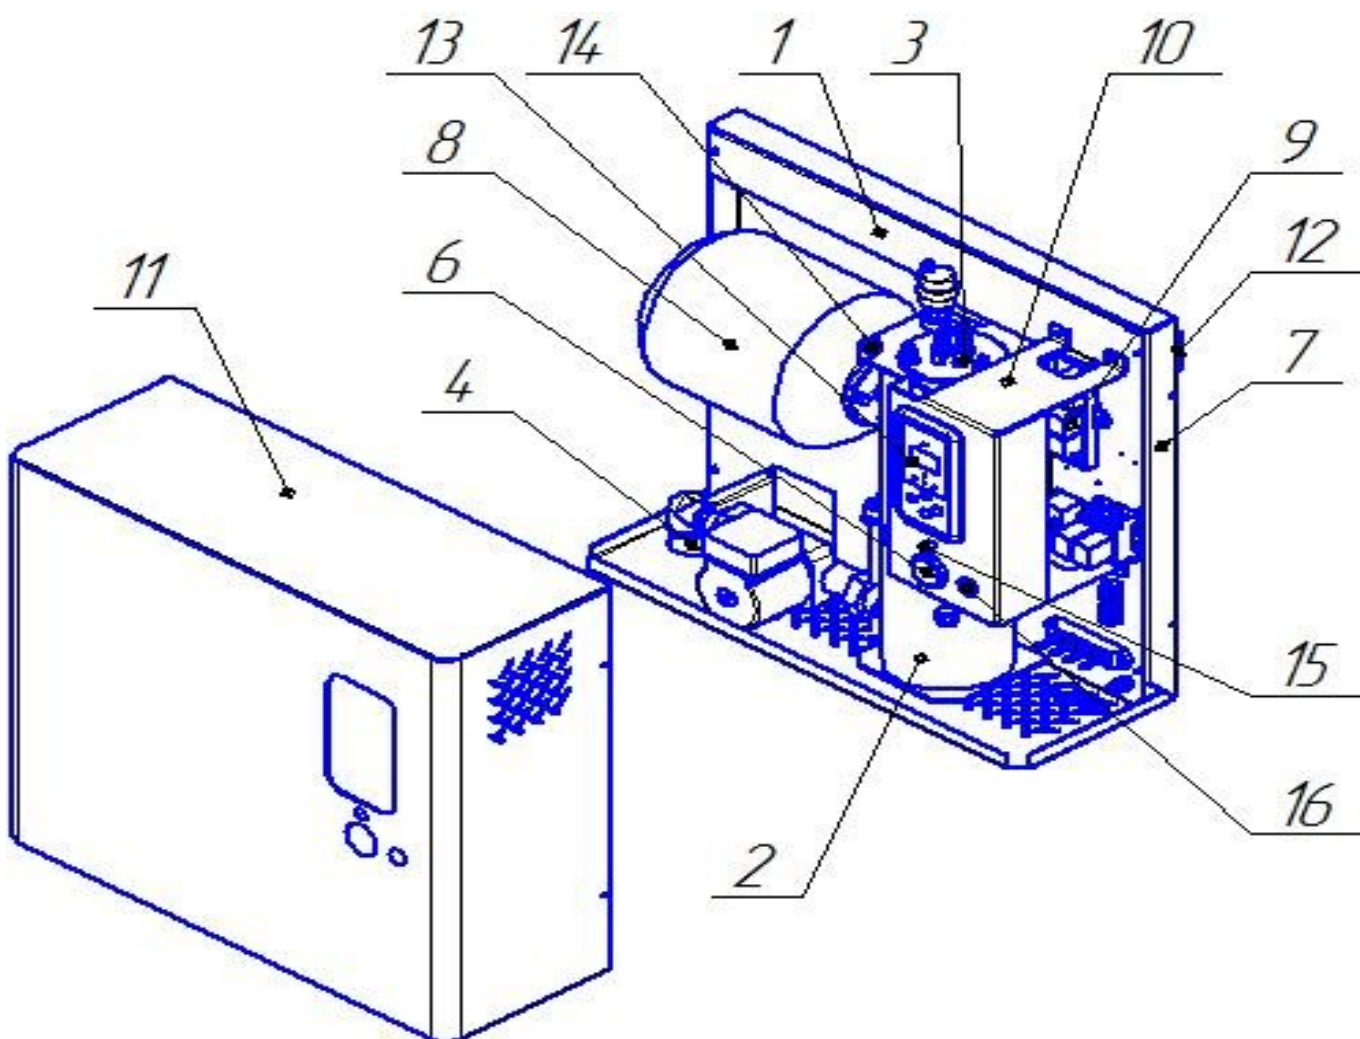
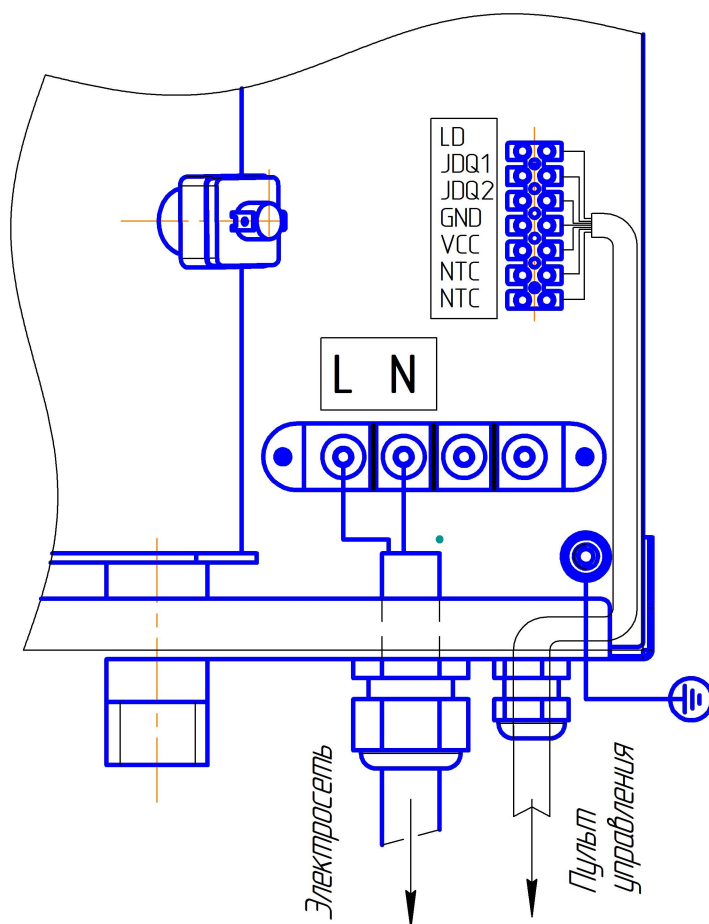
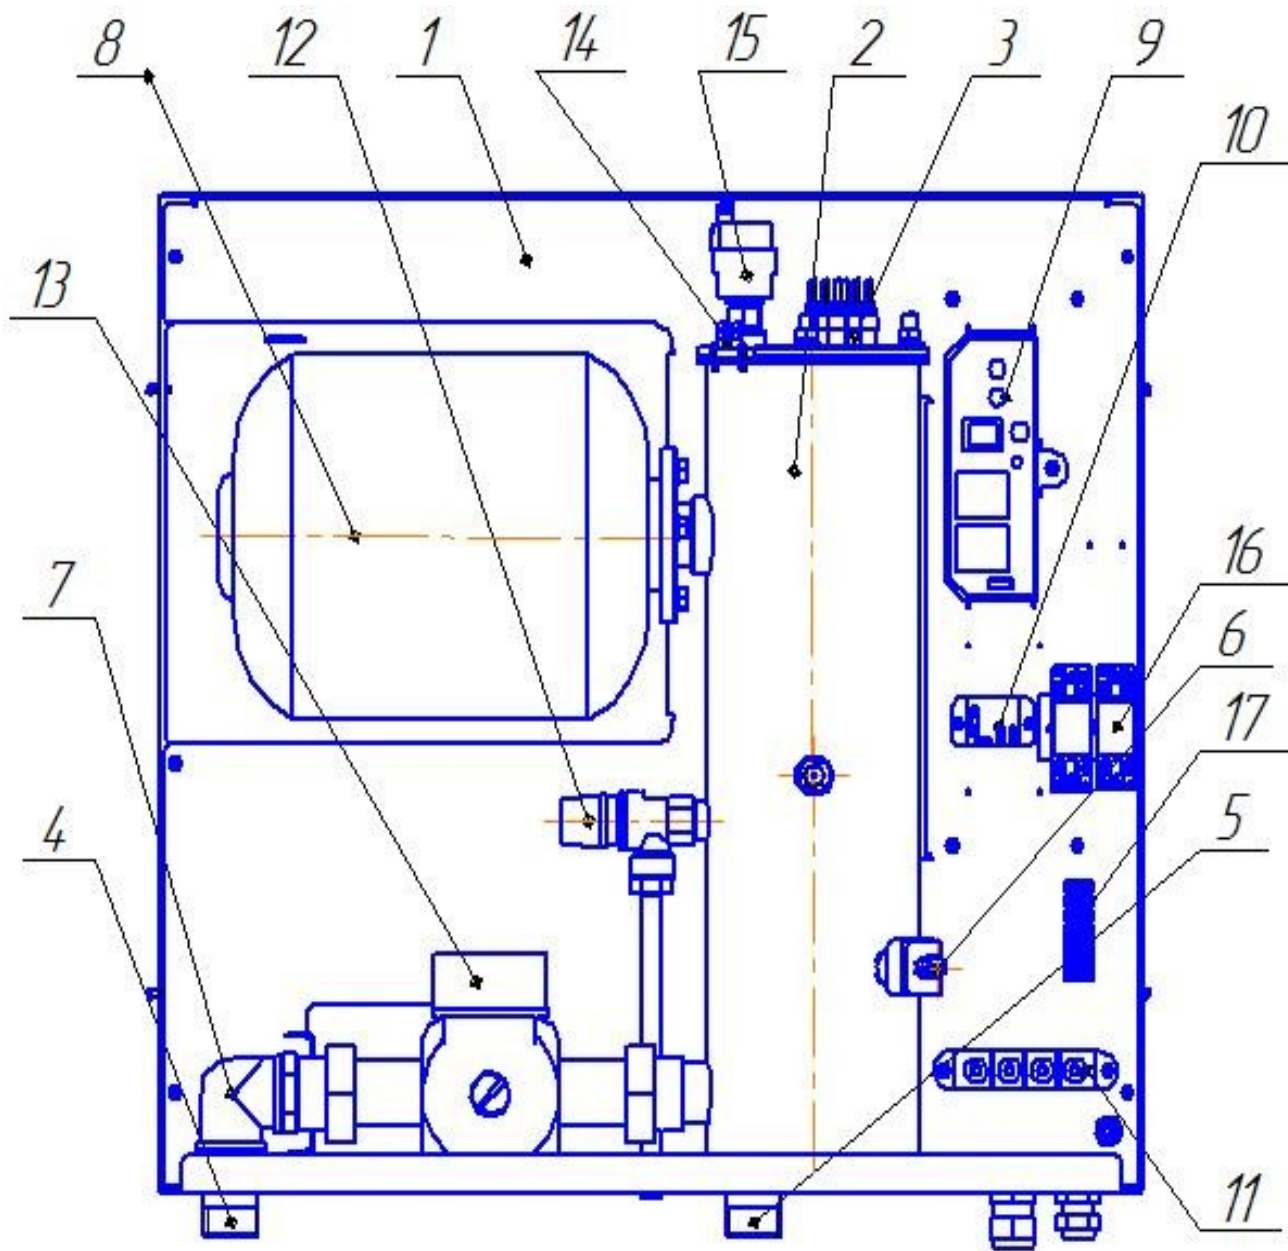

Рис.1 Конструкция электроводонагревателя
Рис.3 Схема подключения к электросети
Рис.4 Компоновка котла
Корпус котла (рис.1) состоит из основания 7 и кожуха 11. Через два кронштейна 12 ЭВН-К крепится к стене с помощью дюбелей и шурупов. На панели монтажной 1 установлены корпус нагревателя 2 с блок-тэном 3, панель 10, расширительный бак 8.
Входной патрубок 4 и выходной патрубок 5 (рис.4) имеют на концах резьбу 1".
Подробно конструкция котла показана на рис.4. На монтажной панели 1 размещено реле 10, которое управляет работой нагревательных элементов блок-ТЭНа 3. При достижении заданной потребителем температуры теплоносителя в ЭВН-К, нагрев прекращается. При остывании теплоносителя на несколько градусов нагрев включается.
Предохранительный клапан 12 (рис.4) предназначен для обеспечения безопасной работы котла. При повышении давления в системе отопления больше 0,3 МПа (3 кгс/см²) клапан срабатывает, производится сброс теплоносителя до понижения давления менее 0,3 МПа.
Электронная панель управления 13 (рис.1) и электрическая плата коммутации 9 (рис.4) управляют работой ЭВН-К в заданном потребителем режиме.
5.5.4 Подключить ЭВН-К к электросети 220В, 50Гц (рис.3), для чего вводной кабель пропустить через кабельный ввод (фитинг). Фазные провода и нулевой провод следует подключить в соответствии с маркировкой на клеммную колодку.
7.5 **Внимание** Необходимо позаботиться об отводе воды в канализацию с аварийного клапана 12 (рис.4). Отводная труба должна быть свободной от закупорок. При эксплуатации котла без данной трубы, вода, которая будет вытекать в результате срабатывания клапана, будет находиться вне системы отопления и может причинить ущерб вашему имуществу или имуществу иных лиц.
8.5 Удалите воздух из корпуса нагревателя 2 (рис.4). Для этого снимите кожух и отверните на полоборота сбросник воздуха 15 (кран Маевского), предварительно подставьте под кран небольшую емкость для вытекшей при этом воды. После того как воздух выйдет со звуком и польется вода, закройте кран.
или «-». Диапазон температур от 25°C до 85°C. Желательно не выставлять максимальную температуру нагрева, так как это может привести к срабатыванию аварийного термостата 14 (рис.4). При этом котел отключится, загорится сигнальная лампочка «Авария» 15 (рис.1). После того как, вода в корпусе
9.1 Пульт управления подключить к ЭВН-К (рис.3) через клеммы 17 (рис.4) согласно нанесенной маркировке.
9.3 Затем переключите выключатель 16 (рис.1) в положение «дистанционное» управление (кнопка «выкл»)